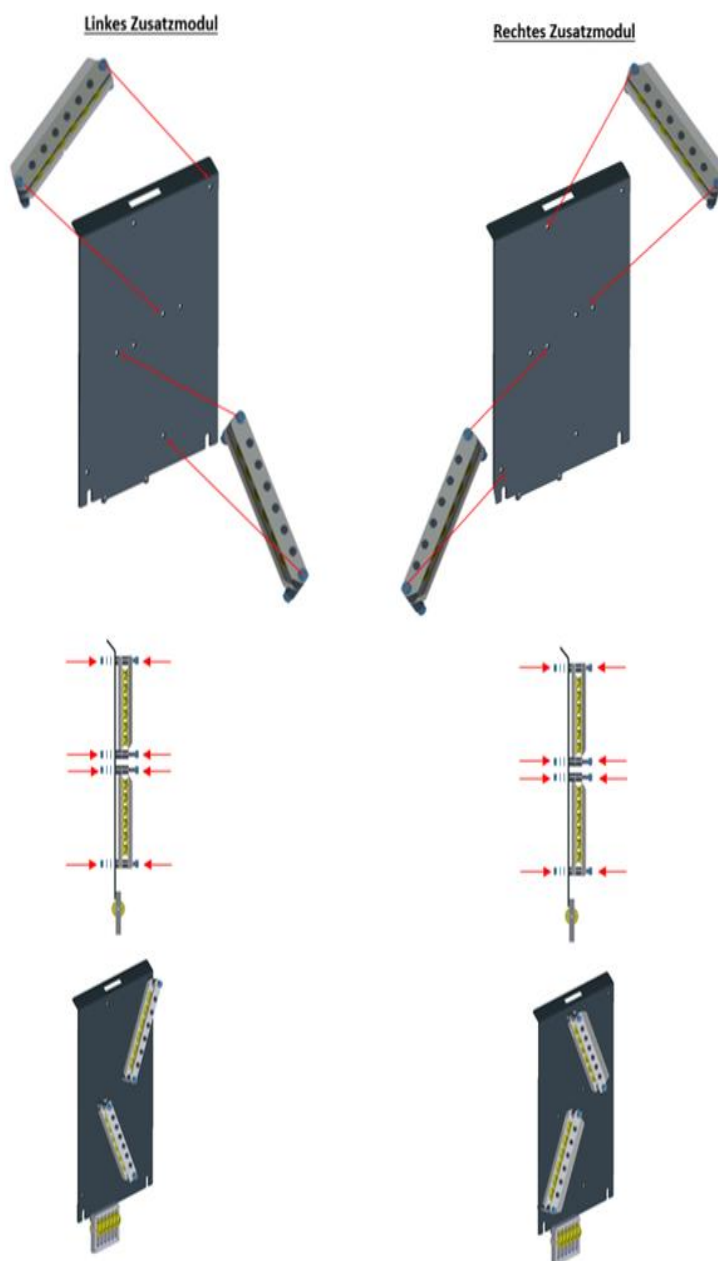

Abb. 10: Montage Umlenkungen Zusatzmodul
1. Die Umlenkung für das Zusatzmodul (XL) wird wie in Abb. 10 zu sehen befestigt. Hierbei gilt zu beachten, ob die Umlenkung für die rechte oder linke Seite benötigt wird.